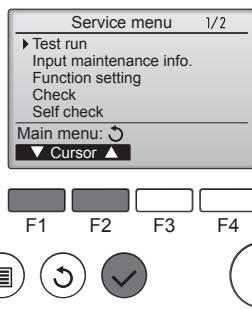

Fig. 7-3
③ Selecteer "Test run" (Proefdraaien) met de functietoets [F1] of [F2] en druk op de toets ④. (Fig. 7-3)